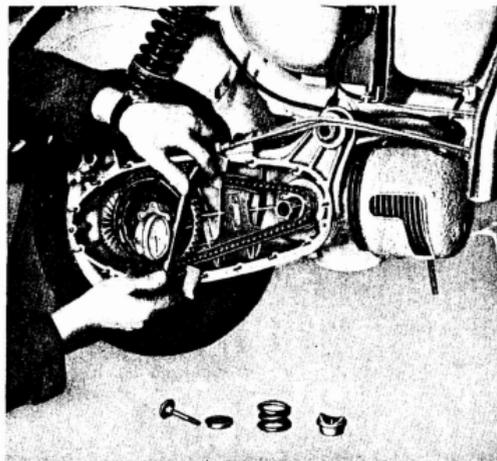

Fig. 29
b) Se mide luego la cota del plano de la corona dentada (véase fig. 29). La lectura debe ser comprendida entre milímetros  $+ 0,05$  y  $- 0,25$ . Si la lectura no estuviese comprendida entre estos límites, es necesario desmontar la corona del embrague y aumentar o disminuir el espesor de la o de las arandelas de reglaje sobre el primario entre la corona y el cojinete de bolas, hasta llevar la lectura dentro de los límites indicados. Hace falta, por lo tanto, a tal fin, disponer del surtido completo de las arandelas de distinto espesor.